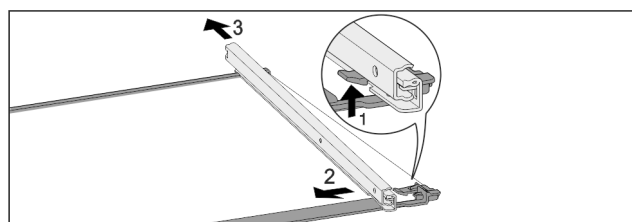

Fig. 139 Ripiano in vetro con guide
- Premere il gancio di fermo anteriore verso l'alto. Fig. 139 (1)
- Far scorrere la guida estraibile di lato Fig. 139 (2) e verso il lato posteriore Fig. 139 (3).